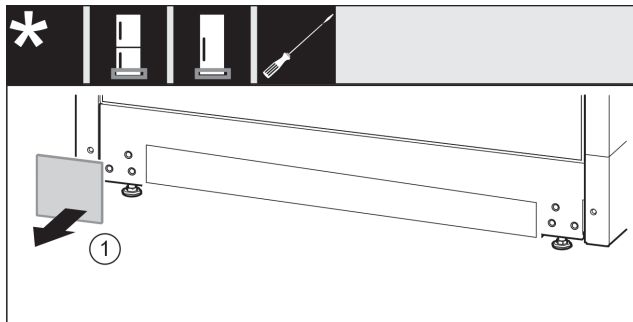

Fig. 17
- Abdeckung Fig. 17 (1) abnehmen.